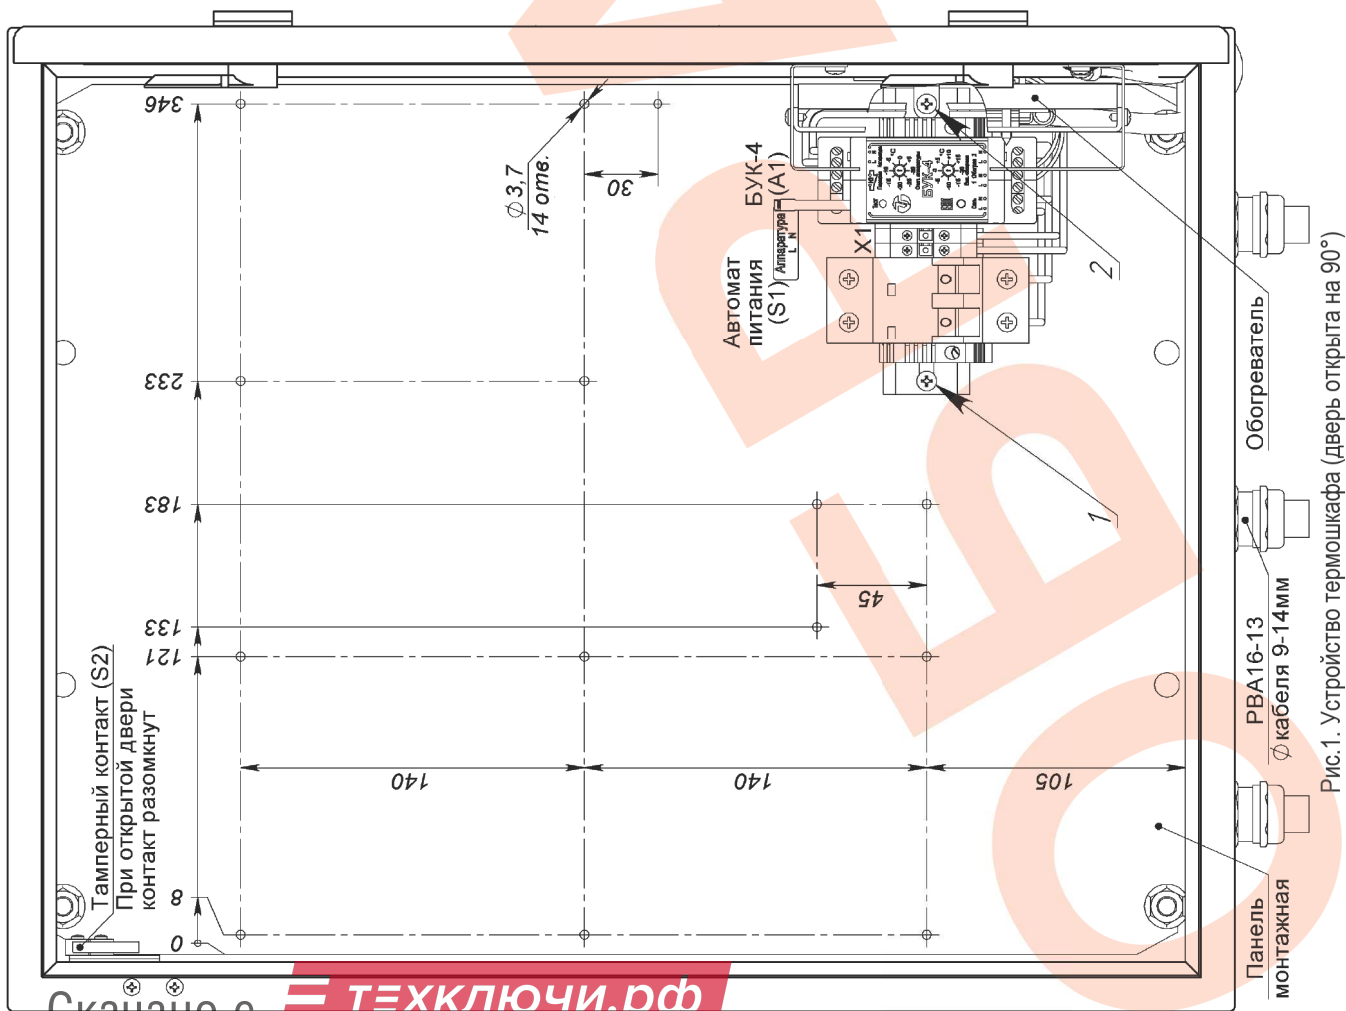

Рис.1. Устройство термощкафа (дверь открыта на 90°)
Для установки в термощкаф телевизионного (электронного) оборудования необходимо извлечь монтажную панель (рис.1), для чего необходимо:
2. Снять с монтажной панели DIN-рейку с установленными на ней автоматом питания S1, клеммами X1 и блоком управления климатом БУК-4 (A1), выкрутив крепежные DIN-рейку саморезы 1 и 2 (рис.1).
2. Подключить телевизионное (электронное) оборудование к клеммам X1, при этом фазный провод (L) соединить с контактом 1.1, нулевой провод (N) с контактом 2.1.
3. Подключить тапмерный контакт S2 (рис.1) к внешнему устройству сигнализации.
5. Подключить кабель питания к входу автомата питания S1, при этом фазный провод (L) соединить с контактом 1, нулевой провод (N) с контактом 3.